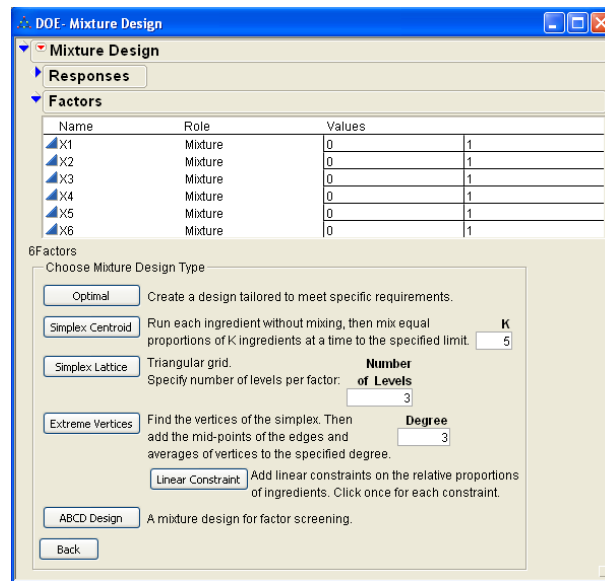

Figure 2 : Rubrique "Choose Mixture Design Type"
- ☞ Vous cliquez sur le bouton "Optimal" (Figure 2).